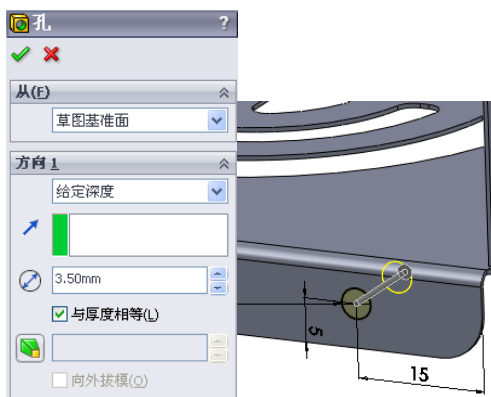

图 10-230 生成“简单直孔”特征操作
(34) 生成“简单直孔”特征。单击“特征”工具栏中的（简单直孔）按钮，或选择“插入”→“特征”→“钻孔”→“简单直孔”菜单命令。在“孔”属性管理器中的勾选“与厚度相同”选项，输入孔直径尺寸数值“3.5”，如图 10-230 所示，单击（确定）按钮。